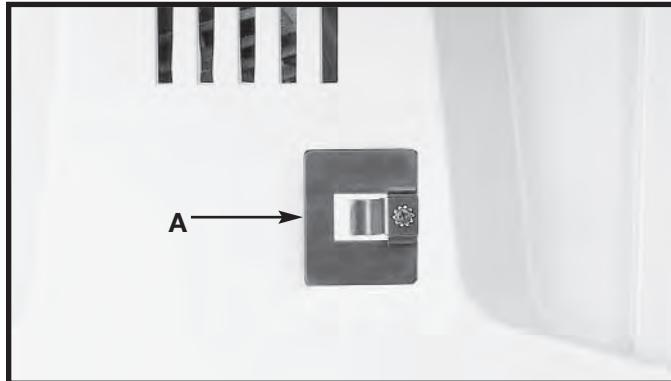
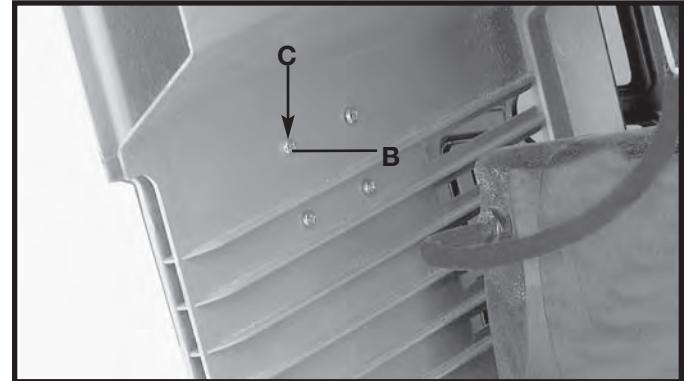

Fig. 21
Fig. 22
- Ajuste el sujetador de la guía de inglete (A), Fig. 21, al lado izquierdo del gabinete de la sierra con cuatro tornillos M4 x 0,2 x 10 mm (B), Fig. 22 y arandelas planas de 4,75 mm [3/16"] (C) desde el interior del gabinete.